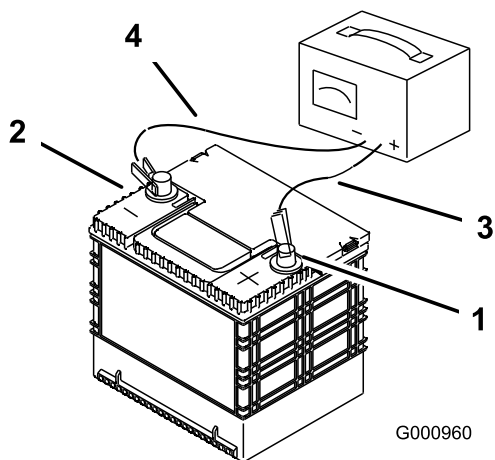

Figura 27
2. Quando la batteria è completamente carica, staccate il caricabatterie dalla presa elettrica e scollegate i cavi di ricarica dai poli della batteria (Figura 27).